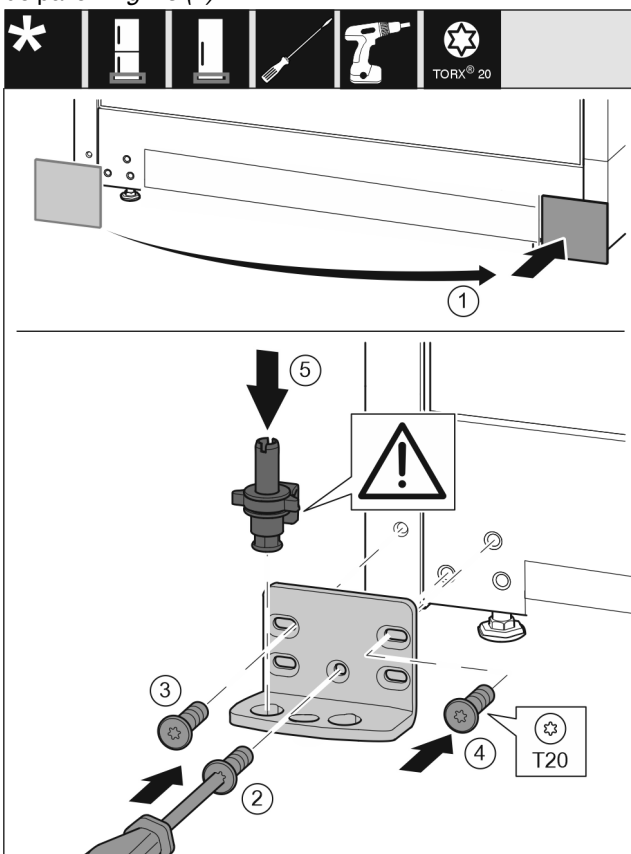

Fig. 16
- Enlever le cache et le mettre de l'autre côté. Fig. 16 (1)
- Poser le support de palier de l'autre côté et le visser à l'aide d'un tournevis T20. Commencer par la vis 2 en bas au milieu. Fig. 16 (2)
- Visser les vis 3 et 4. Fig. 16 (3,4)
- Mettre en place l'axe de palier complet. Veiller à ce que l'ergot d'enclenchement soit orienté en arrière. Fig. 16 (5)